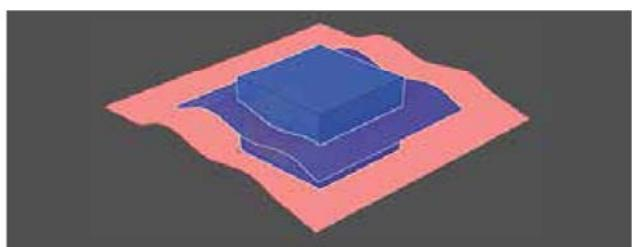

图 2-76
(11) **分割实体:** 通过使用面、轮廓或平面分割选定的实体以创建新实体。选择要修改的实体，然后选择分割实体的轮廓、面或平面，如图 2-76 所示。